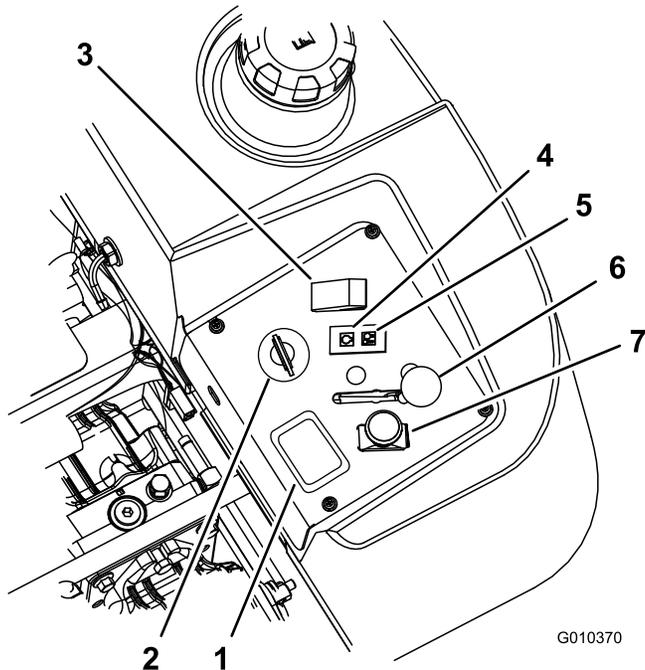

Figura 12
4. Mueva la toma de fuerza (PTO) a la posición Desengranada (Figura 12).